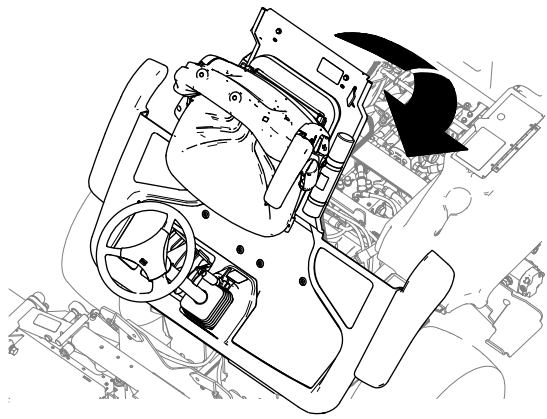

Figura 44
- Baje la plataforma con cuidado (Figura 44).